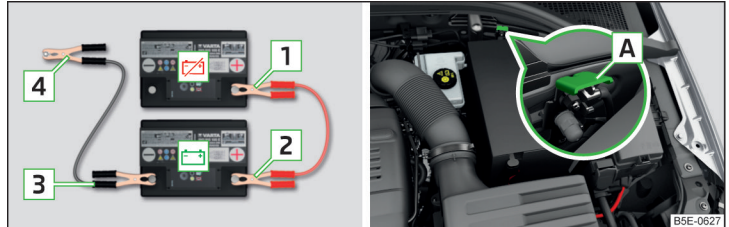

Abb. 335 Starthilfe:  - entladene Batterie,  - stromgebende Batterie / Massepunkt des Motors beim START-STOPP-System
- Bei Fahrzeugen **mit** dem START-STOPP-System die Klemme **4** am Massepunkt des Motors **A** befestigen » Abb. 335.